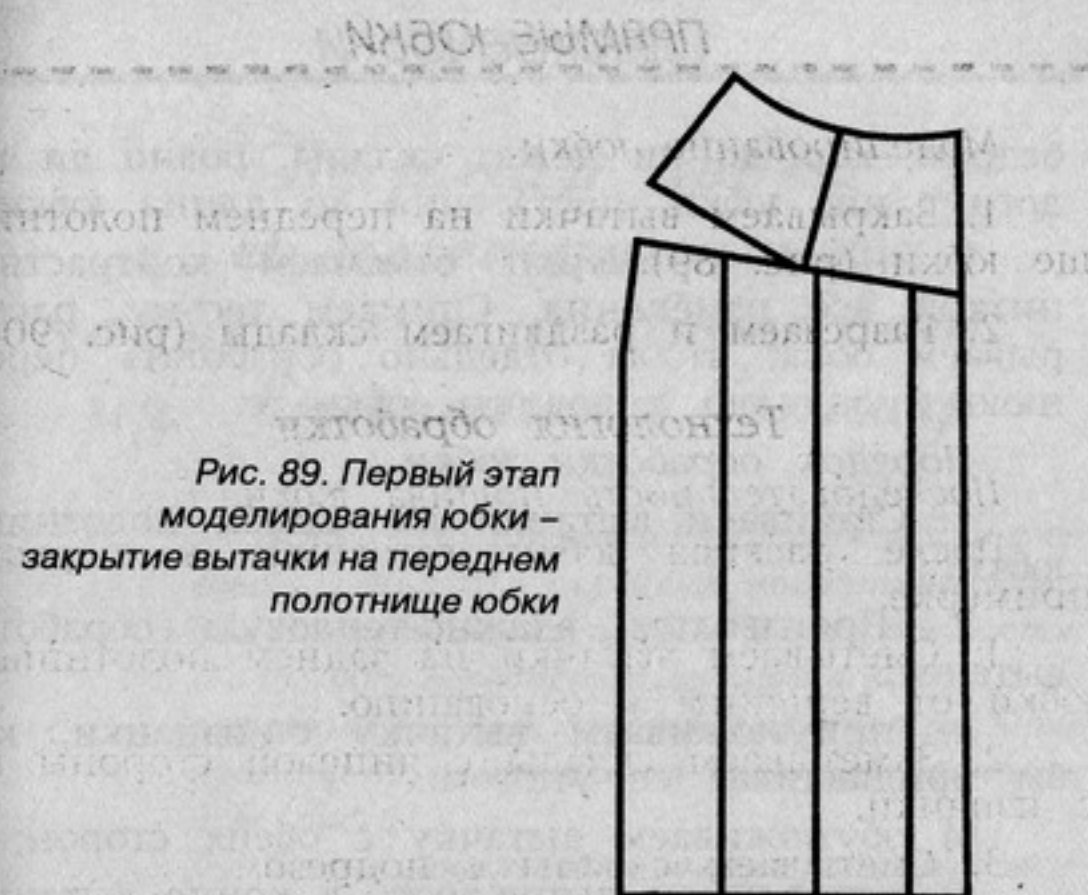

Рис. 89. Первый этап моделирования юбки – закрытие вытачки на переднем полотнище юбки
1. Закрываем вытачки на переднем полотнище юбки (рис. 89).